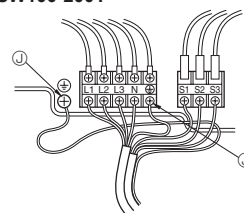

Fig. 7-2
7.1. Utendørsenhet (fig. 7-1, fig. 7-2)
- ① Fjern servicepanelet.
- ② Legg kablene ved å se på fig. 7-1 og fig. 7-2.